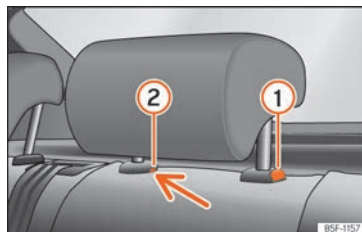

Abb. 70 Kopfstütze hinten: Ausbau.
- Drücken Sie die Taste » » (Abb. 70) ① sowie gleichzeitig mit einem Schlitzschraubendreher (Breite max. 5 mm) in die Öffnung der Verriegelung ② und ziehen Sie die Kopfstütze heraus.